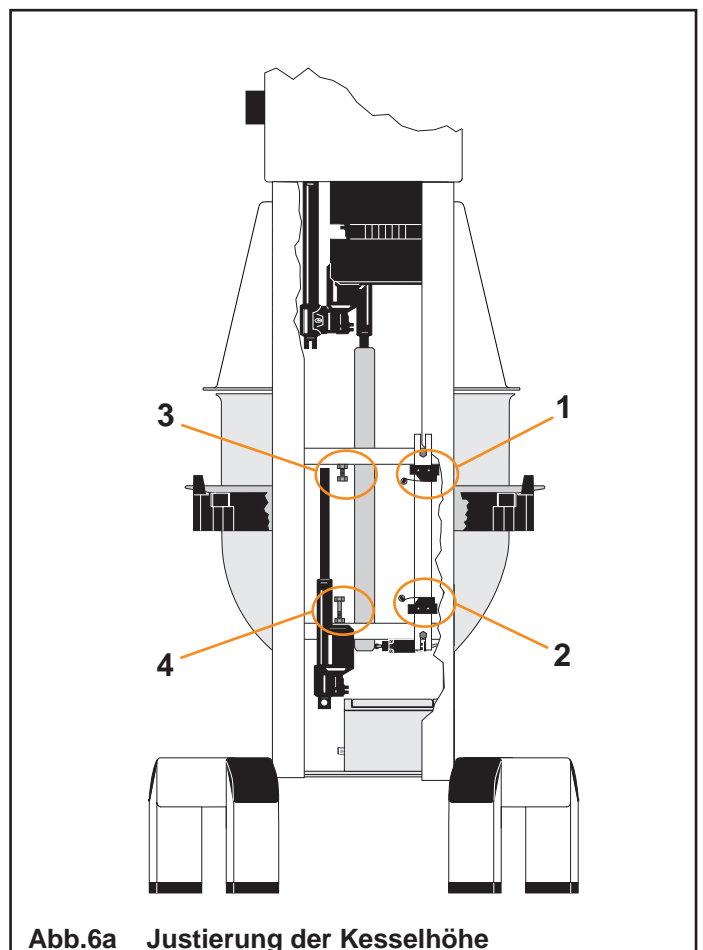

Abb.6a Justierung der Kesselhöhe
Die obere sowie die untere Position des Kessels werden von Mikroschalter (1) und (2), (Abb.6a) bestimmt.